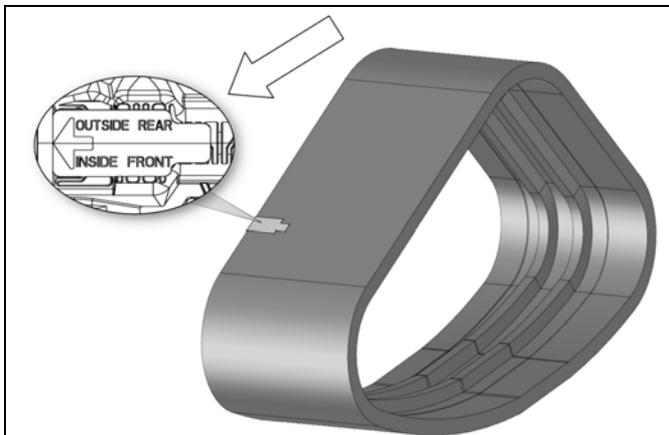

Abbildung 34.
- Befolgen Sie den auf die Raupenkette aufgedruckten Hinweis zur Montage der Raupenkette in der richtigen Richtung. Siehe Abbildung 34.